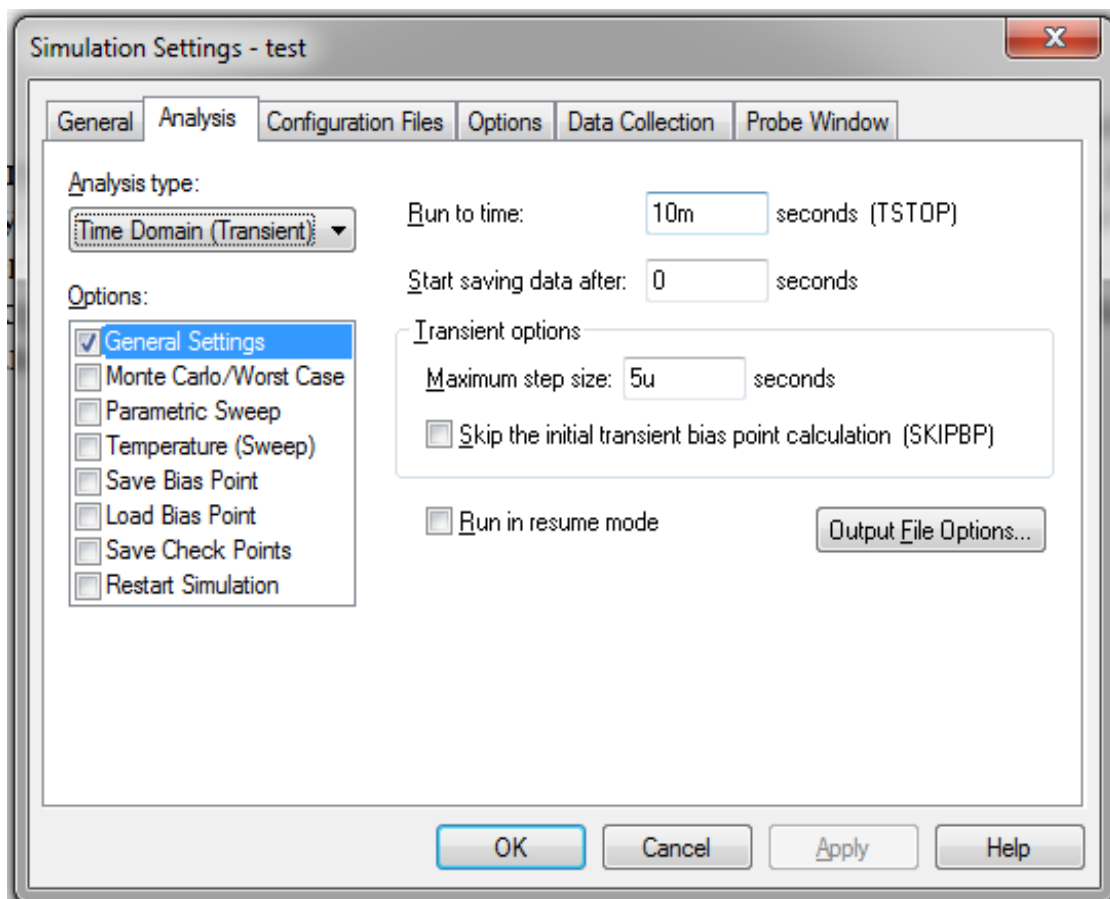

Рисунок 4.5 – Вікно *Simulation Settings* із заданим *Transient*-аналізом
7. Налаштуйте це вікно за зразком, що на рис. 4.5. У полі *Run to time* (Запуск на час) поставте число «10m», це поле визначає до якого значення часу буде проведено моделювання роботи схеми. Залиште значення в полі *Start saving data after* (Почати збереження даних після...) без змін, оскільки цей атрибут не використовується для аналізу схеми. В полі *Maximum Step Size* (Максимальний розмір кроку) поставте значення «5u».